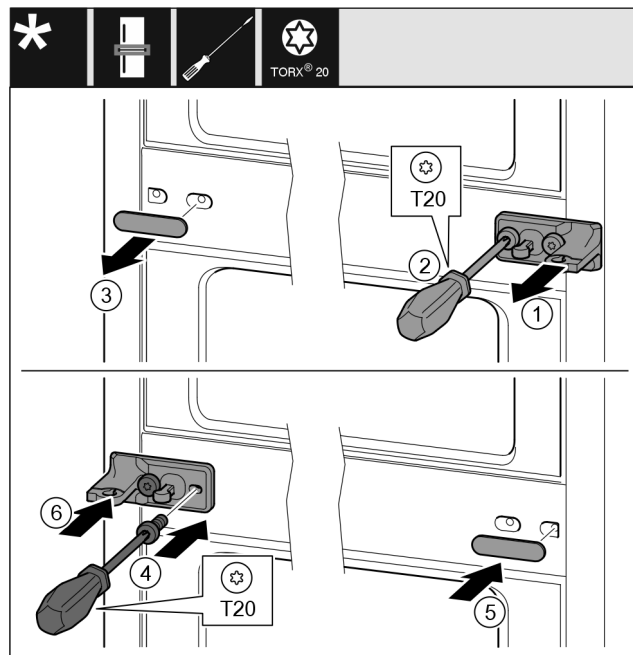

Fig. 31
- ▶ Снимите шайбу. Fig. 31 (1)
- ▶ Выкрутите винты отверткой T20. Fig. 31 (2)
- ▶ Осторожно снимите крышку. Fig. 31 (3)
- ▶ Плотно прикрутите опорный кронштейн с подкладкой с поворотом на 180° с другой стороны. Fig. 31 (4)
- ▶ Установите крышку с поворотом на 180° с другой стороны. Fig. 31 (5)
- ▶ Надвиньте шайбу спереди. Fig. 31 (6)